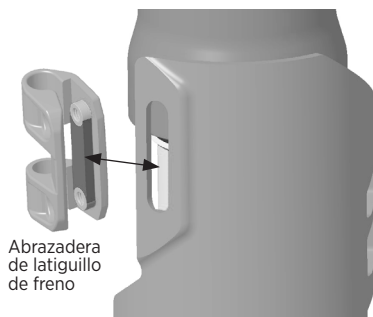

Figura 4: instalación de la abrazadera en el protector inferior de la horquilla
1. Instale la abrazadera del latiguillo de freno en la abertura ranurada del protector inferior de la horquilla (Figura 4). Verifique que el saliente de la abrazadera esté completamente instalado en la ranura del protector.